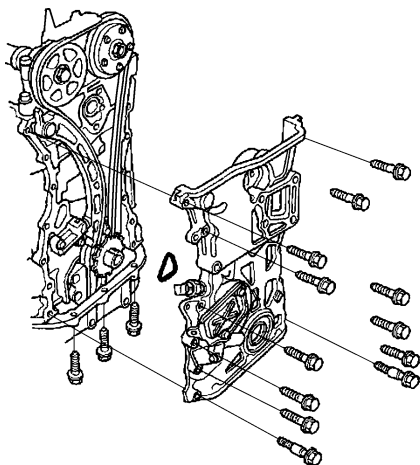

图 23-126 拆卸正时链条外壳
- 12) 按照图 23-126 所示, 拆卸正时链条外壳。